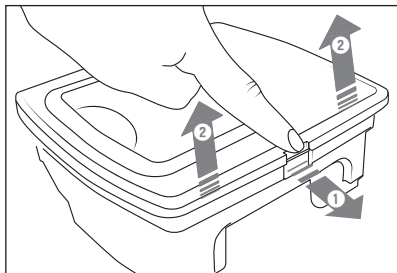

Rys. 5
- 1) Zdejmij osłonę **13** pojemnika na pył **12** wyciągnij go z urządzenia za ucho (patrz rys.5 i 6).